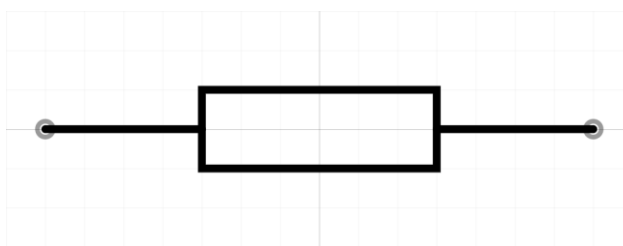

Рисунок 2.13 – УГО резистора
- резистор – Имя: «Res», номер: «R?» (рисунок 2.13);